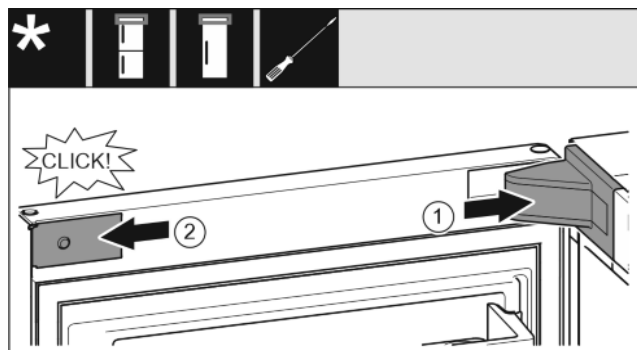

Fig. 18
- ▶ Крышку опорного кронштейна установите и зафиксируйте, при необходимости осторожно разожмите. Fig. 18 (1)
- ▶ Установите накладку сбоку и зафиксируйте. Fig. 18 (2)